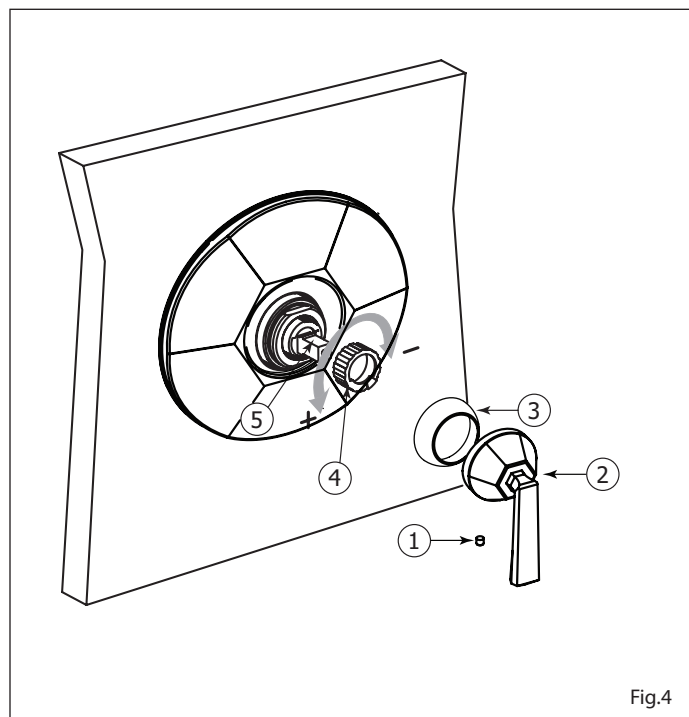

Fig.4
Remove the setscrew (1), the volume control handle (2) and the dome cap (3). (See Fig.4).
Retirer la vis de retenue (1), la poignée de contrôle de volume (2) et le capuchon en dôme (3). (Voir Fig.4).